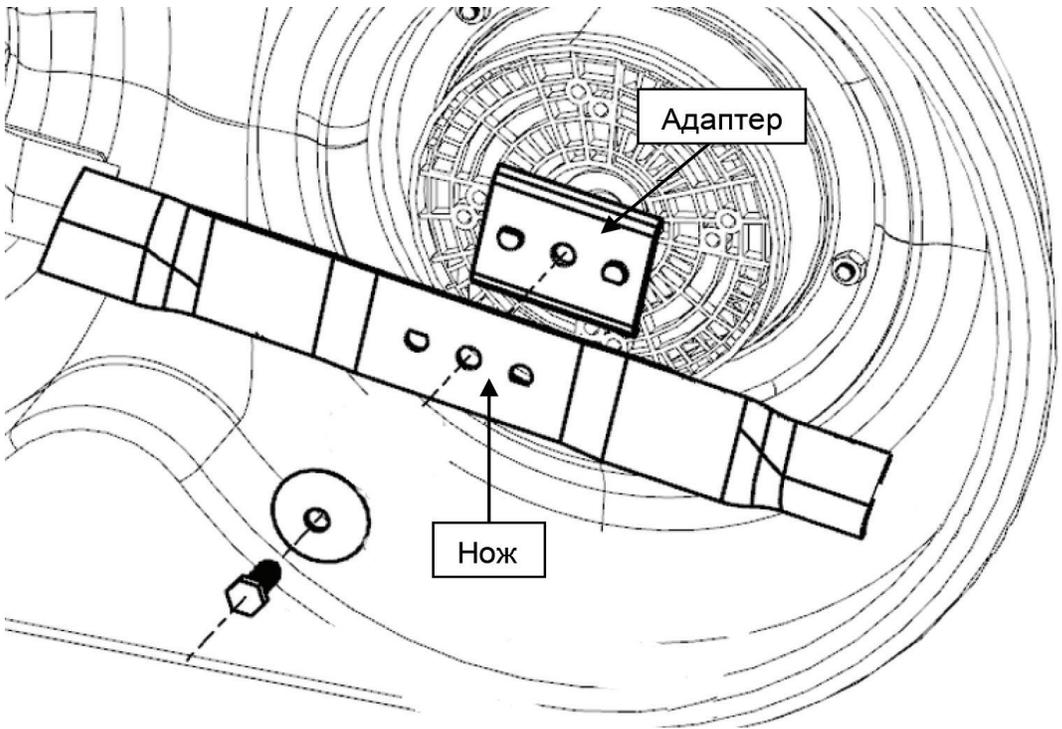

Рис. 30
10. Выверните болт и снимите нож вместе с адаптером (запомните положение ножа на валу, чтобы правильно установить новый нож) (рис. 30).